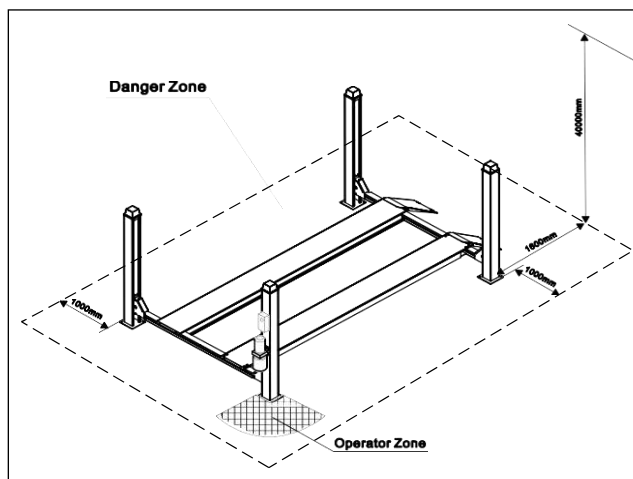

Рис. 13
Во время подъема и опускания оператор должен оставаться в зоне контроля, обозначенной на рис. 13.
Строго запрещается нахождение людей под межколонными перекладинами, платформами во время их движения и внутри опасной зоны, обозначенной на Рис. 13.
- Не входите в опасную зону во время подъема ТС (см Рис. 13);
Когда платформы (и ТС) опускаются, оператор не должен находиться под ними частично или полностью, а также в непосредственной близости от них. Он должен всегда оставаться в специально отведенной «зоне оператора» (Рис. 13).